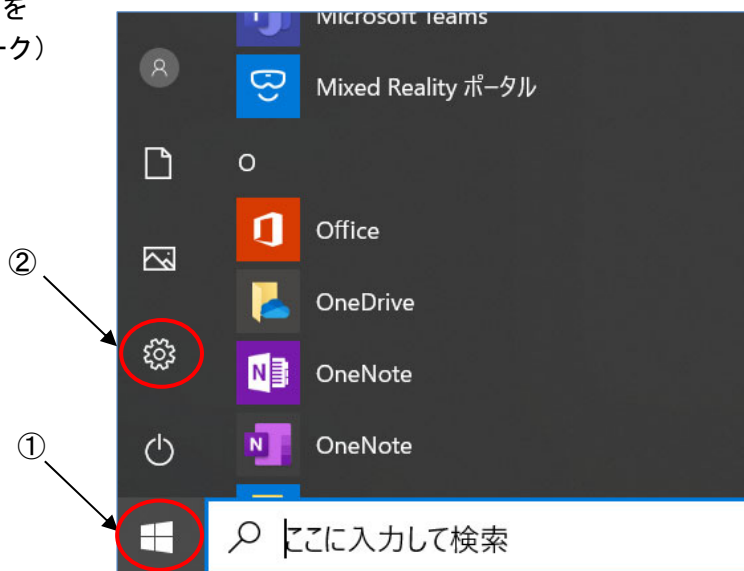

図 1
1. [スタート] ボタン(図 1-①)をクリックし、[設定](歯車マーク)(図 1-②)をクリックします。